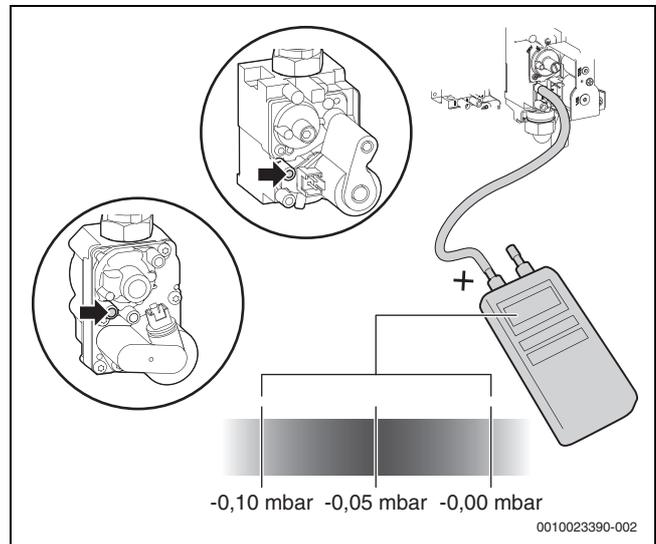

Bild 9 Differenzdruck messen
- ▶ Differenzdruck des Gasventils messen (→ Bild 9). Der optimale Differenzdruck beträgt -0,05 mbar.